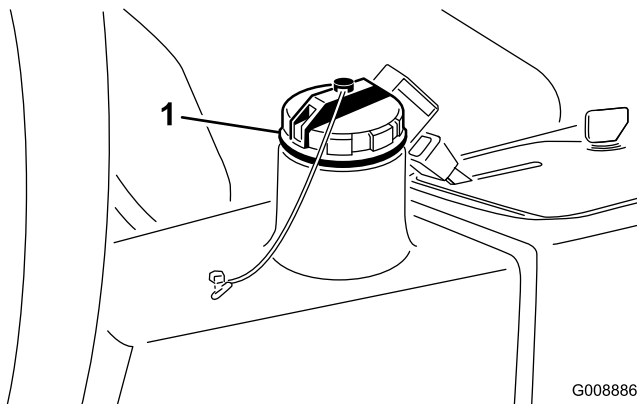

Figura 37
2. Pulite attorno al collo del bocchettone e del tappo del serbatoio del fluido idraulico (Figura 37) e rimuovete il tappo.